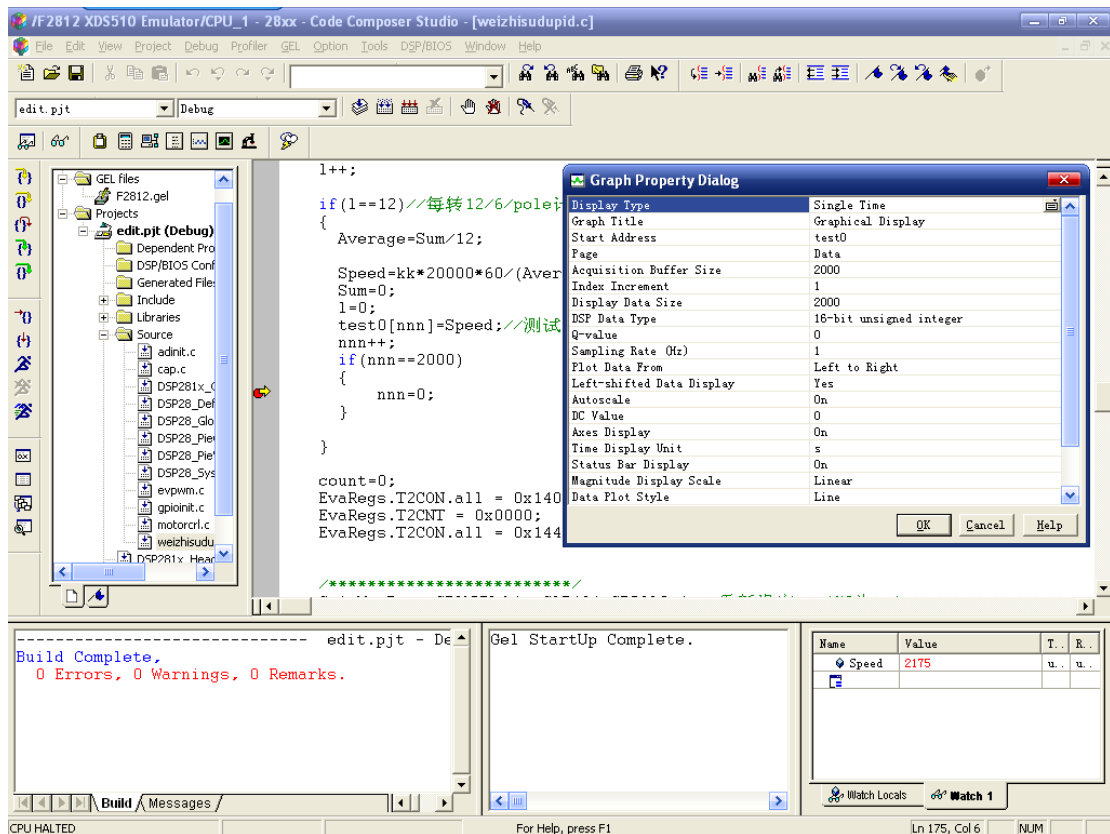
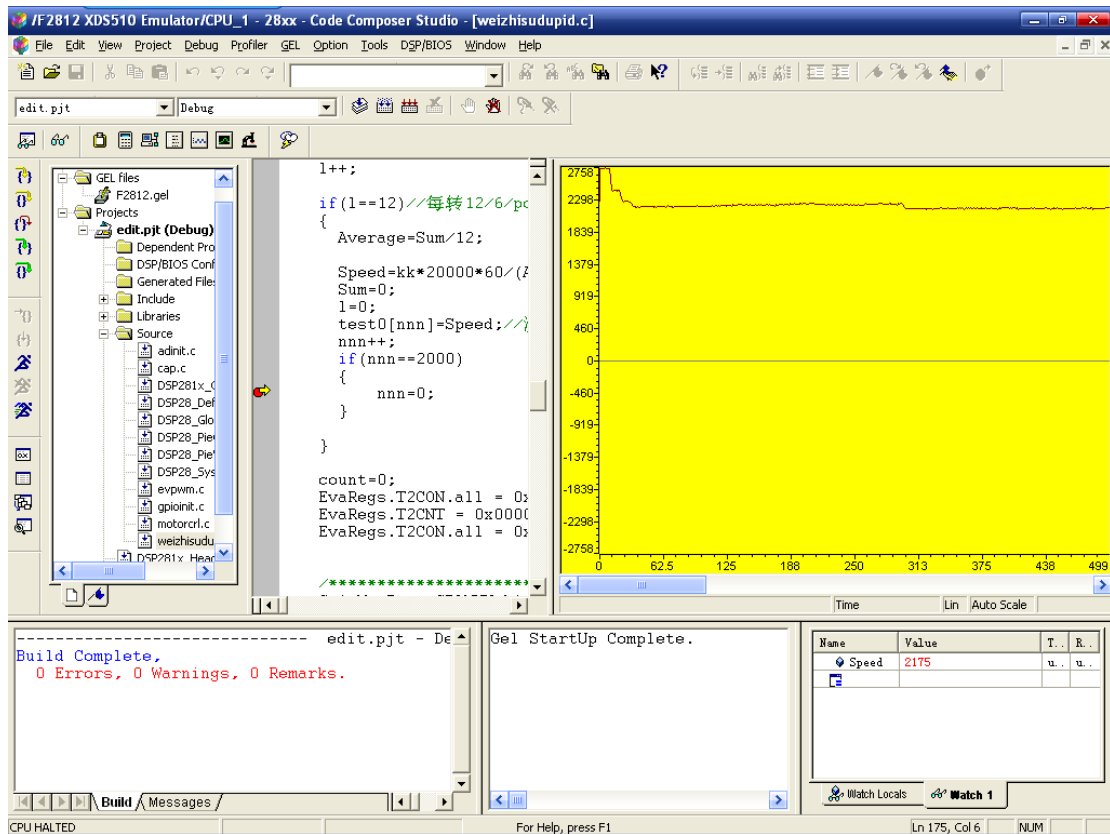

图 6-3
图 6-4
- 按图 6-3 设定断点，按 F5 运行，电机便旋转起来，通过观察变量 Speed 的值，可以知道此时速度的值；通过观察数组 test[]的值，可以知道过去一段时间内速度的值;
- 在 CCS 中用 View→Graph→Time/Frequency...命令，按图 6-3 进行设置，点击 OK 后即可观察到电机从启动到旋转 2000 转的过程中速度的变化曲线，如图 6-4;